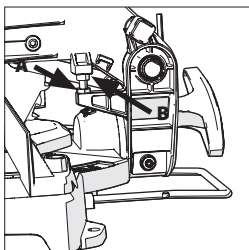

Fig. 12A + 12B
- Maak de moer los aan de afstandstop met een 10mm moersleutel (niet meegeleverd). (Fig. 12A)